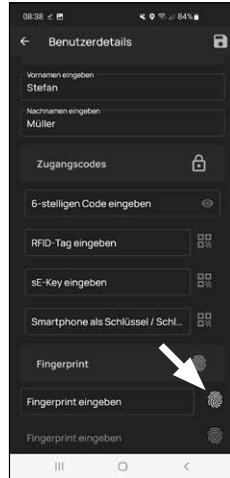

Abb. 7
- Im dritten Absatz, unter „Fingerprint“, tippen Sie auf das Fingerabdruck-Symbol rechts neben dem Feld „Fingerprint eingeben“ (Abb. 7).